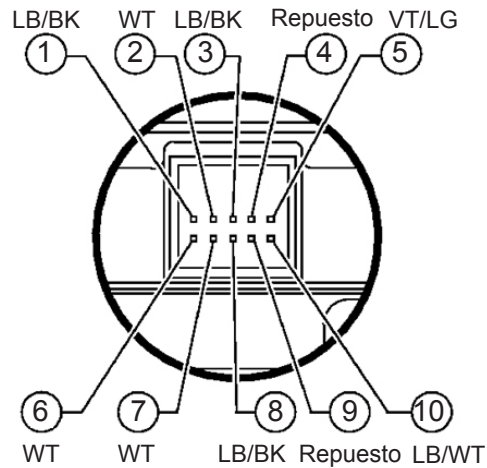

Figura 5
**NO confíe en el color del cable. Algunos cables pueden ser del mismo color pero NO son intercambiables. (Figura 5)**